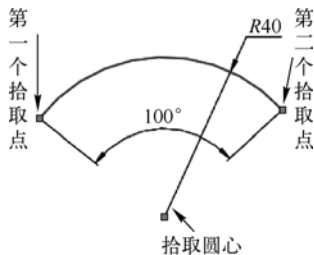

图 2-80 标注圆弧的圆心角
- 5) 将尺寸线移到适当的位置后, 单击将尺寸线固定下来, 标注圆弧的圆心角如图 2-80 所示。